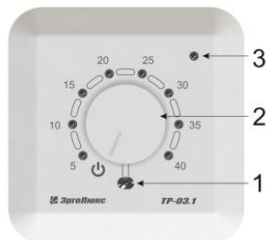

Рисунок 3 - Внешний вид терморегулятора.
3. Выкрутите регулятор температуры 2 в максимальное положение. Индикатор 3 нагрева загорится и встроенное реле включит нагрев (Рис.3).